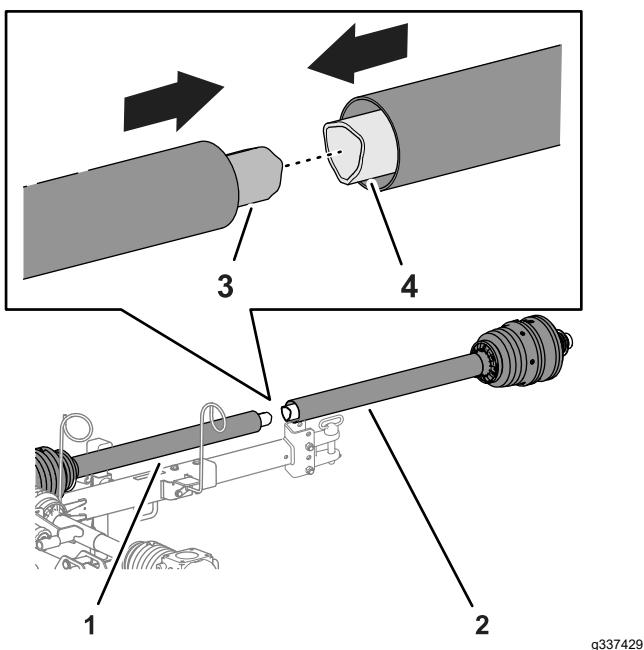

Figure 8
- Alignez le tube intérieur de la moitié arrière et le tube extérieur de la moitié avant de l'arbre de transmission de la PDF, et emboîtez les tubes l'un dans l'autre (Figure 8).